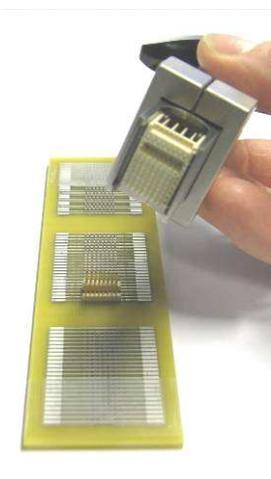

Abbildung 21
6. Kontakte welche beim Abziehvorgang auf der Leiterplatte zurückbleiben können mit einer handelsüblichen Flachzange oder einem ähnlichen Werkzeug herausgezogen werden (siehe Abbildung 21, 22 und 23).